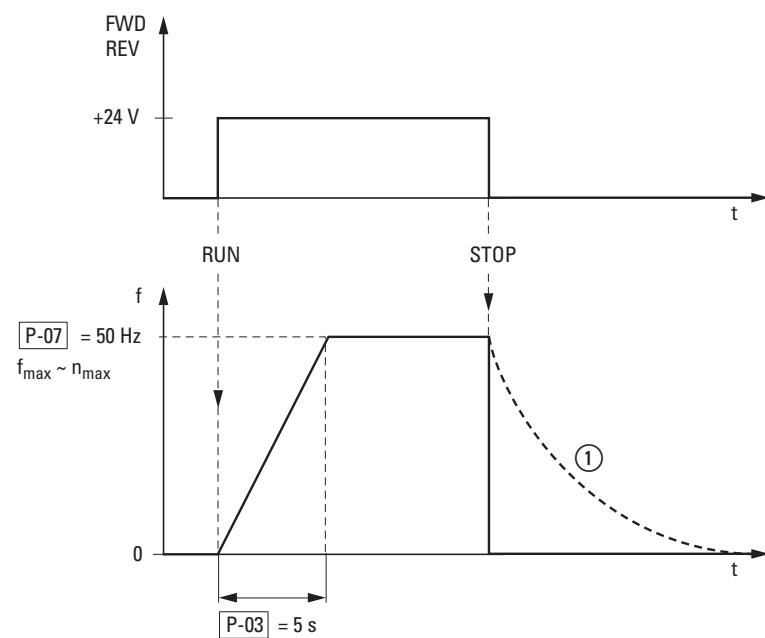

Abbildung 55: Start-Stopp-Befehl bei maximaler Sollwertspannung,
Abbildung 55 auf Seite 88 zeigt beispielhaft den Verlauf, wenn das Freigabe- signal (FWD/REV) angeschaltet wird und die maximale Sollwertspannung (+10 V) anliegt. Der Motor folgt in seiner Drehzahl der Ausgangsfrequenz, in Abhängigkeit vom Last- und Trägheitsmoment (Schlupf), von null bis n_{max} .
Wird im Betrieb das Freigabesignal (FWD, REV) abgeschaltet, so wird der Wechselrichter sofort gesperrt (STOP) und die Ausgangsfrequenz auf null gesetzt. Der Motor läuft ungeführt aus (siehe ① in Abbildung 55).